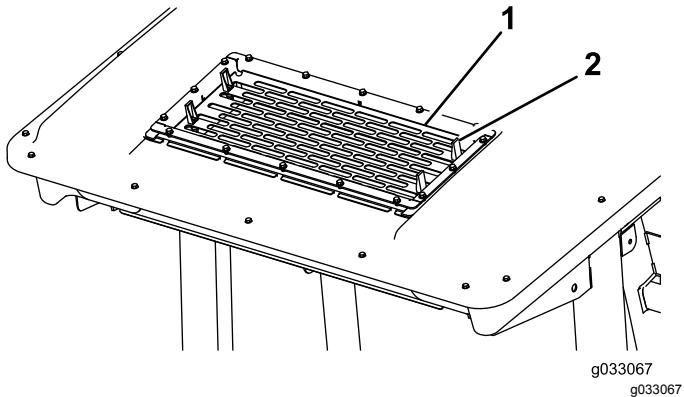

図 53
2. エアコン用スクリーンのタブ4個図 53を外してスクリーンを取り外す。